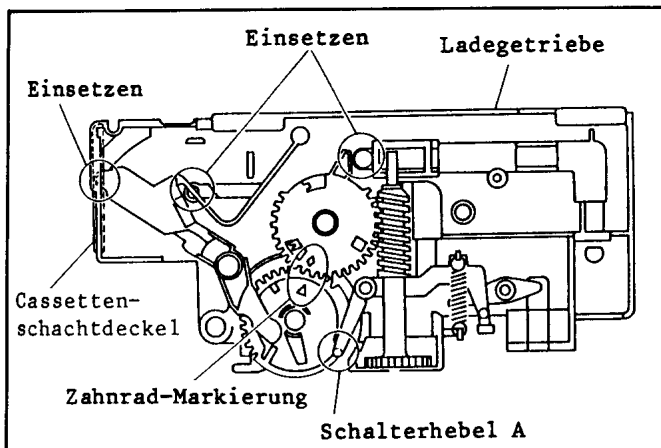

Abb. 5-10
- * Wenn das Ladegetriebe wieder eingebaut wird, darauf achten, daß zwei (2) Angüsse des Cassetten-Halters in die Nuten an der rechten Seite des Chassis-Halters eingesetzt werden (siehe Abb. 5-10).
- * Darauf achten, daß die Markierung (\diamond) an dem Synchron-Zahnrad mit der Markierung (\triangle) an dem Kupplungs-Zahnrad fluchtet (siehe Abb. 5-10).
- * Sicherstellen, daß der Anguß des Cassetten-Schalterhebels (A) auf der Nocke des Synchron-Zahnrad ansteht (siehe Abb. 5-10).
- * Wenn der Cassetenschachtdeckel wieder eingebaut wird, darauf achten, daß der Anguß des Deckelarms in die Nut des Cassetenschachtdeckels eingesetzt ist (siehe Abb. 5-10).